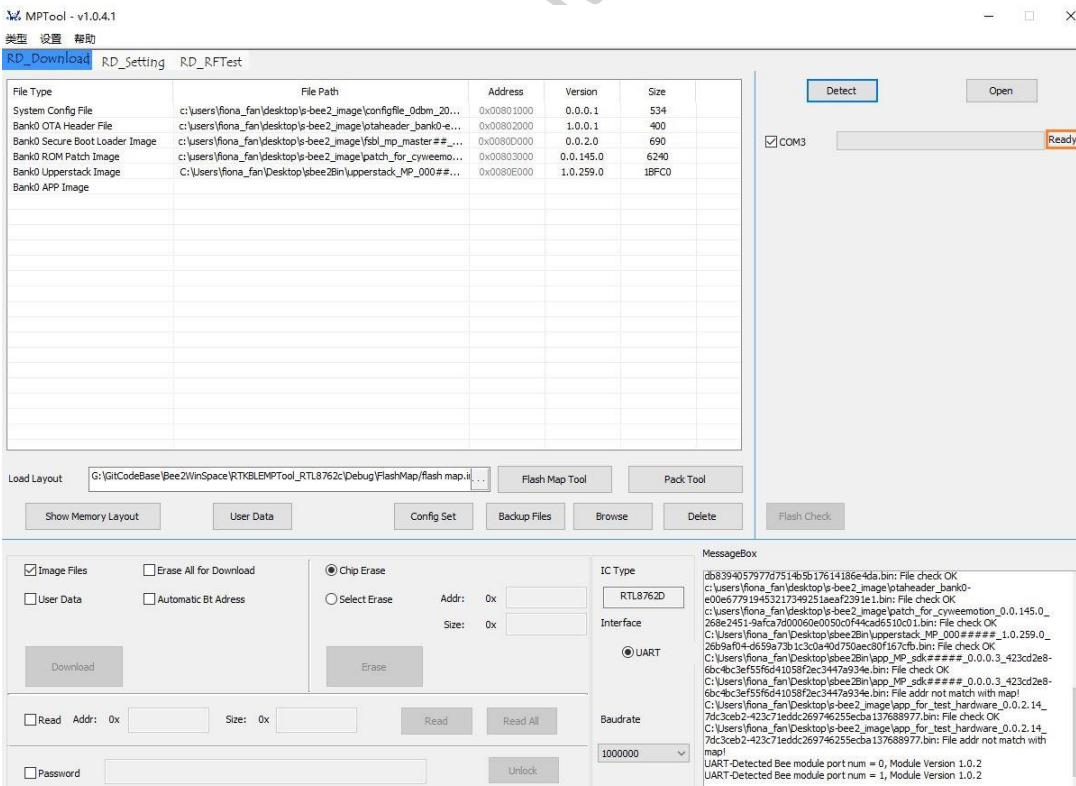

图 8-13 探测端口
6) 点击“Detect”按钮探测端口，此时端口状态显示“Ready”，如图 8-13 所示；